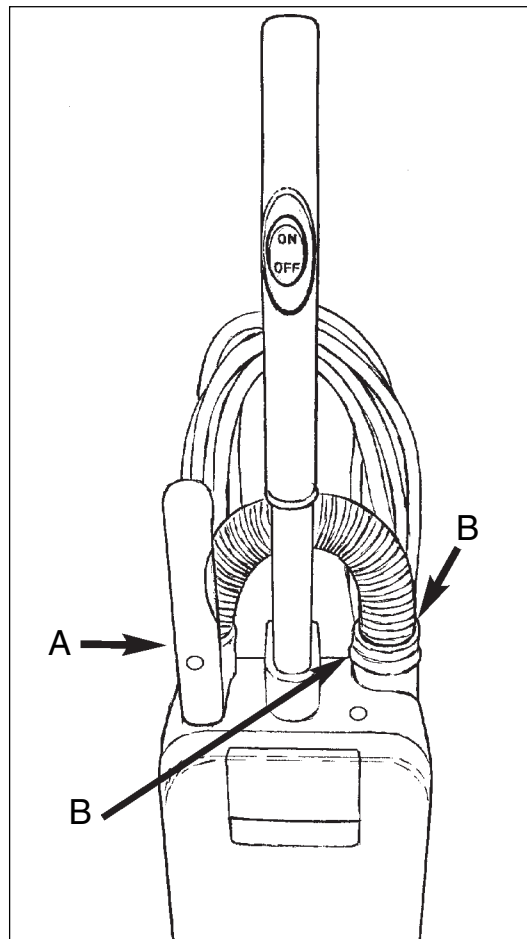

Figure 7
6. Placez la poignée de commande de manière à ce que la poignée soit vers l'avant de la machine (voir figure 7, élément A).
7. Attachez le bras à la commande et au collecteur de poussière (voir figure 7).
Pour attacher le bras correctement, appuyez sur le verrou de collecteur de poussière (voir figure 7, article B).